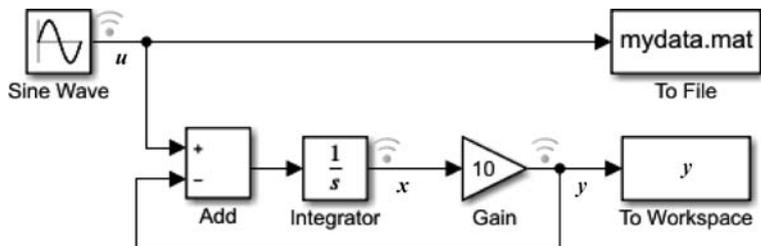

图 3-31 仿真数据检查器的使用
**【例 3-4】 数据检查器的使用。**打开例 3-3 中的仿真模型,注意将信号  $u$ 、 $x$  和  $y$  命名。依次单击这 3 个信号,再单击 Log Signals 按钮,将在 3 个信号旁边分别添加一个日志标记,如图 3-31 所示。最后保存模型文件。